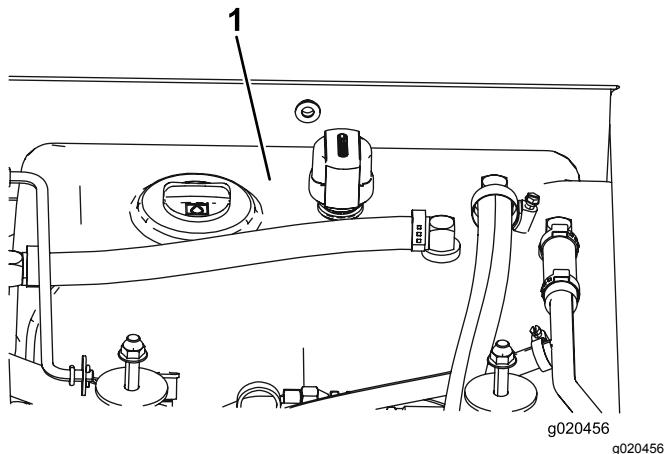

Figure 105
4. Remplissez le réservoir (Figure 105) de liquide hydraulique ; voir Contrôle du niveau de liquide hydraulique \(page 73\).